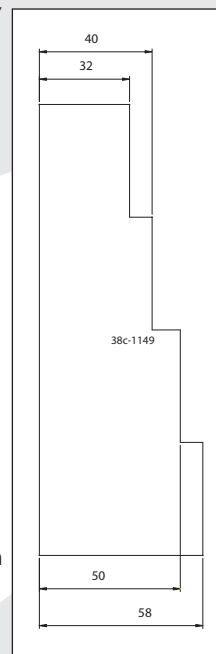
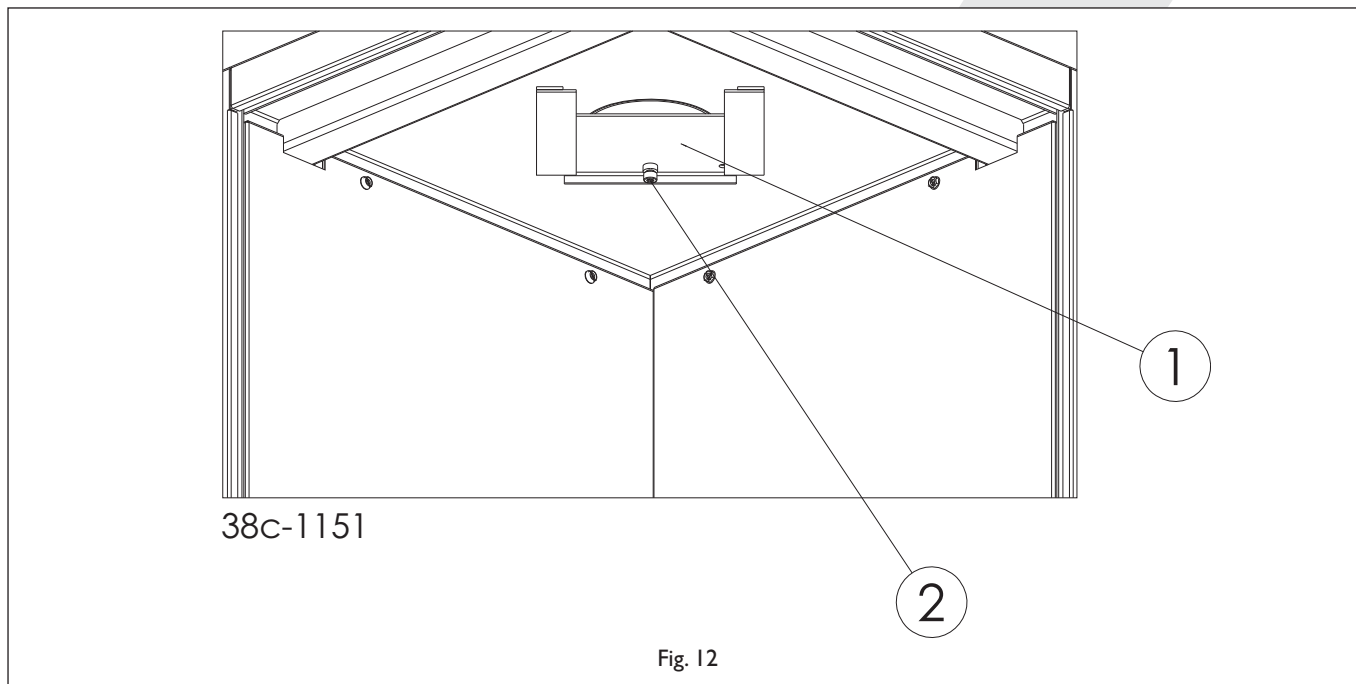

Fig. 11
Fig. 12
Restriktionsschieber, Fig 12 (1)/ Bremsplatte, Fig 13 (3)
Der Restriktionsschieber und der Bremsplatte werden lose mitgeliefert und muss, wie bei Fig. 12 und Fig. 13 angegeben, in dem Gerät angebracht werden. Mit Hilfe der mitgelieferten Abstellschablone (Fig. 11) kann der Schieber auf das richtige Maß abgestellt werden. Nach dem Abstellen kann der Restriktionsschieber mit dem Inbusbolzen festgesetzt werden. Bremsplatte anbringen: Falls nötig, muss eine Bremsplatte (5) angebracht werden.